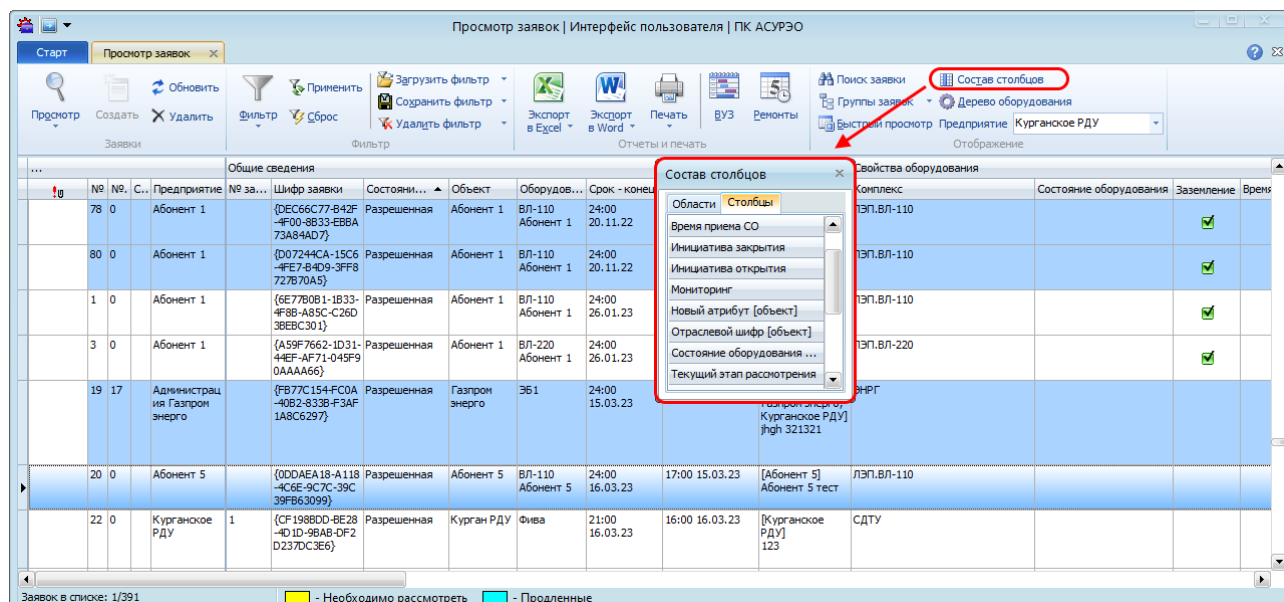

Рисунок 9.7 – Вызов настройки состава столбцов через главное меню
- На панели инструментов нажать на кнопку « Состав столбцов» (Рисунок 9.7).